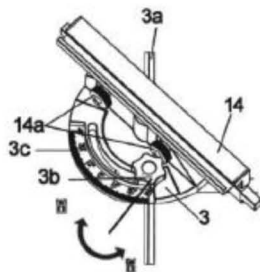

Fig.7
- > Rode o manípulo de bloqueio da esquadria (3b) para a esquerda para desapertá-lo (Fig. 7).
- > Ajuste o calibrador de esquadria (3) ao ângulo desejado utilizando a escala do ângulo de esquadria (13c).
- > Rode o manípulo de bloqueio da esquadria (3b) para a direita para apertá-lo (Fig. 7).